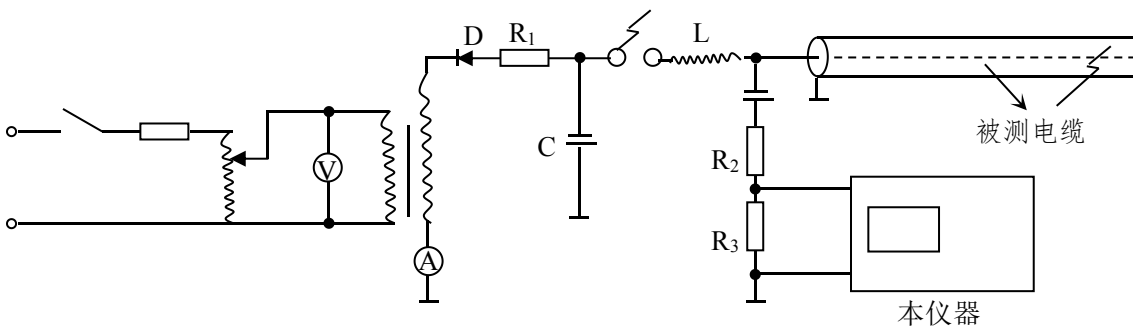

图 10 冲击高压法测试原理图
- 3) 在使用直闪法或冲闪法测试时，要注意人身安全及设备安全。必须接好地线。地线连接按图 10 正确连接好。